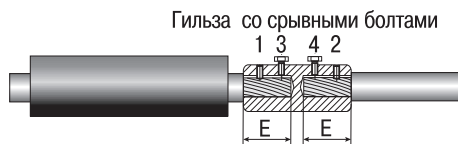

Рисунок 4.
- При соединении жил гильзами со срывными болтами удалить изоляцию с жил на длине Е (рисунок 4).
- Установить на соединяемые жилы гильзу до упора в изоляцию и подтянуть от руки болты в порядке 1-2-3-4 (рисунок 4).